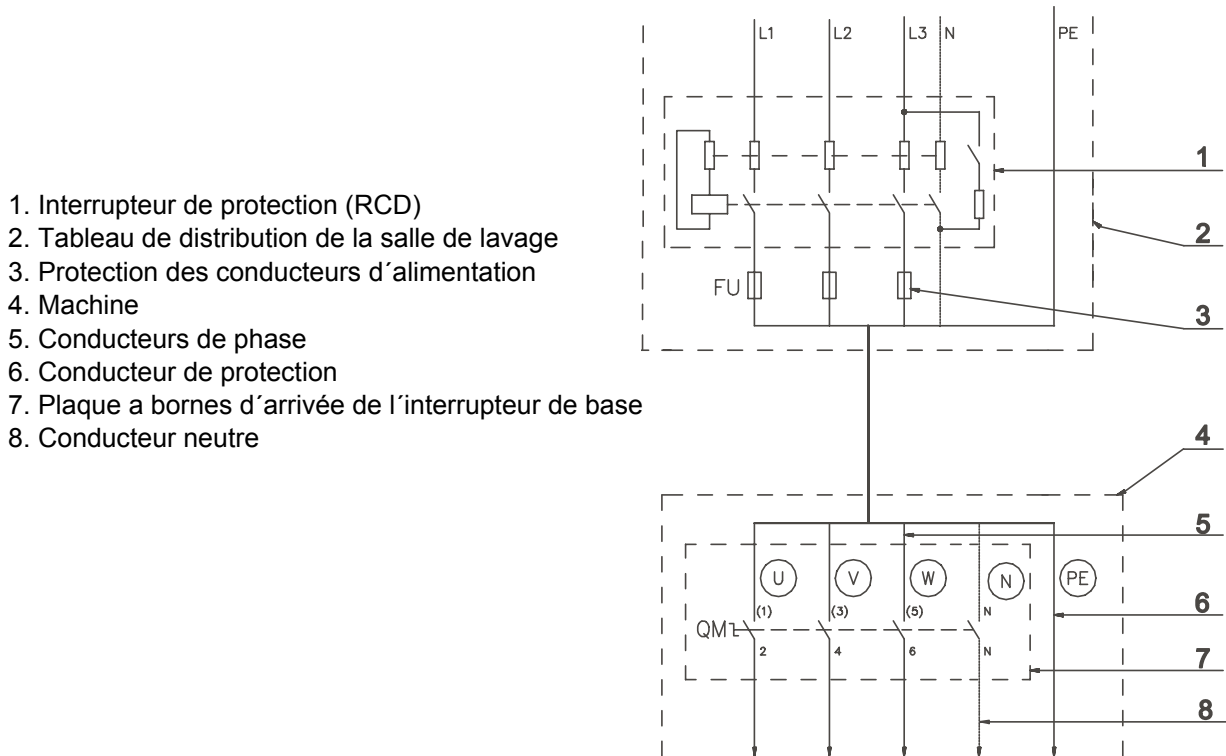

Fig. 4.8.A Raccordement de la machine au réseau (avec un interrupteur de protection) 505529
La machine est construite pour le raccordement au système de distribution suivant la spécification dans votre commande. Avant le connexion contrôlez les valeurs de la tension, la fréquence sur la plaque indicatrice (fig. 3.3., pos. 6), si les valeurs correspondent au votre réseau. La méthode de branchement est décrite sur la figure 4.8.A. Pour des raisons de sécurité, un disjoncteur de protection à courant de défaut (RCD) et un interrupteur automatique (centre de distribution de la laverie) doivent être installés dans l'installation électrique du bâtiment. Pour bien choisir – voir ci-dessous.